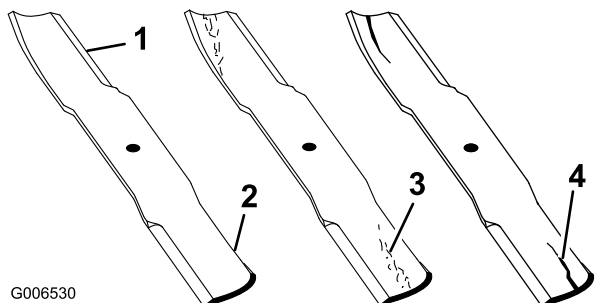

Figura 42
1. Controllate i taglienti (Figura 42).
2. Controllate le lame, in particolare l'area curva (Figura 42).
**Nota:** In caso di danni, usura o scanalature nell'area (Figura 42, voce 3) montate immediatamente una nuova lama.